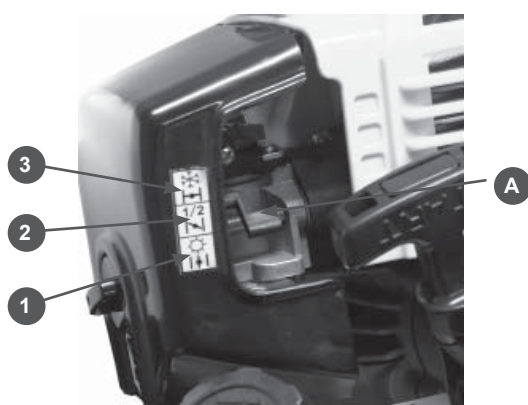

Рис.12
2. Установите рычаг воздушной заслонки (A) в верхнее положение(3) (Рис.12)
5. После первой вспышки переведите рычаг воздушной заслонки в среднее положение(2) Рис.12 и произведите резкий рывок за ручку стартера 2-3 раза. Двигатель должен запуститься.
6. После запуска переведите курок газа в режим холостого хода. Для этого освободите стопорную кнопку курка(D) Рис.11 и прогрейте двигатель в течение 30 секунд (рычаг воздушной заслонки при этом находится в положении 2), затем переведите рычаг заслонки в положение(1) Рис.12.
1. Заслонку при запуске установить в положение(1) Рис.12